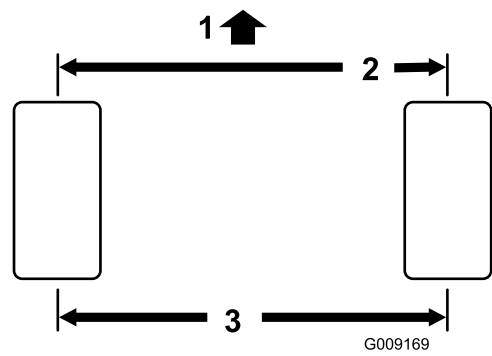

Bild 59
2. Messen Sie den Abstand vorne und hinten an den Lenkreifen Mitte-zu-Mitte (auf Achshöhe). Bild 59